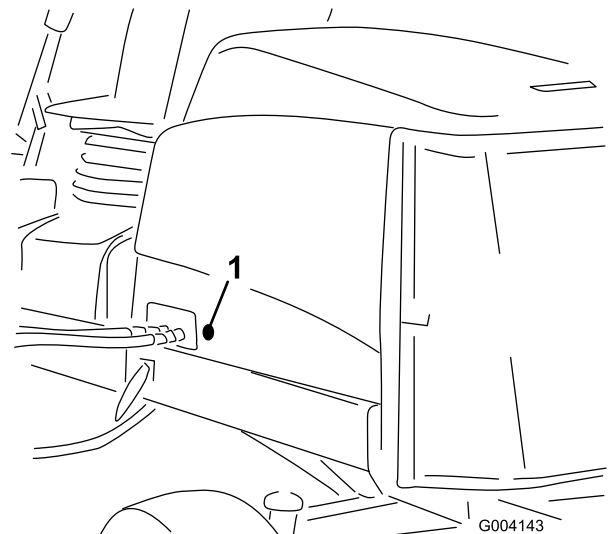

Figura 5
2. Retire o olhal de borracha do orifício do lado esquerdo do capot (Figura 5).